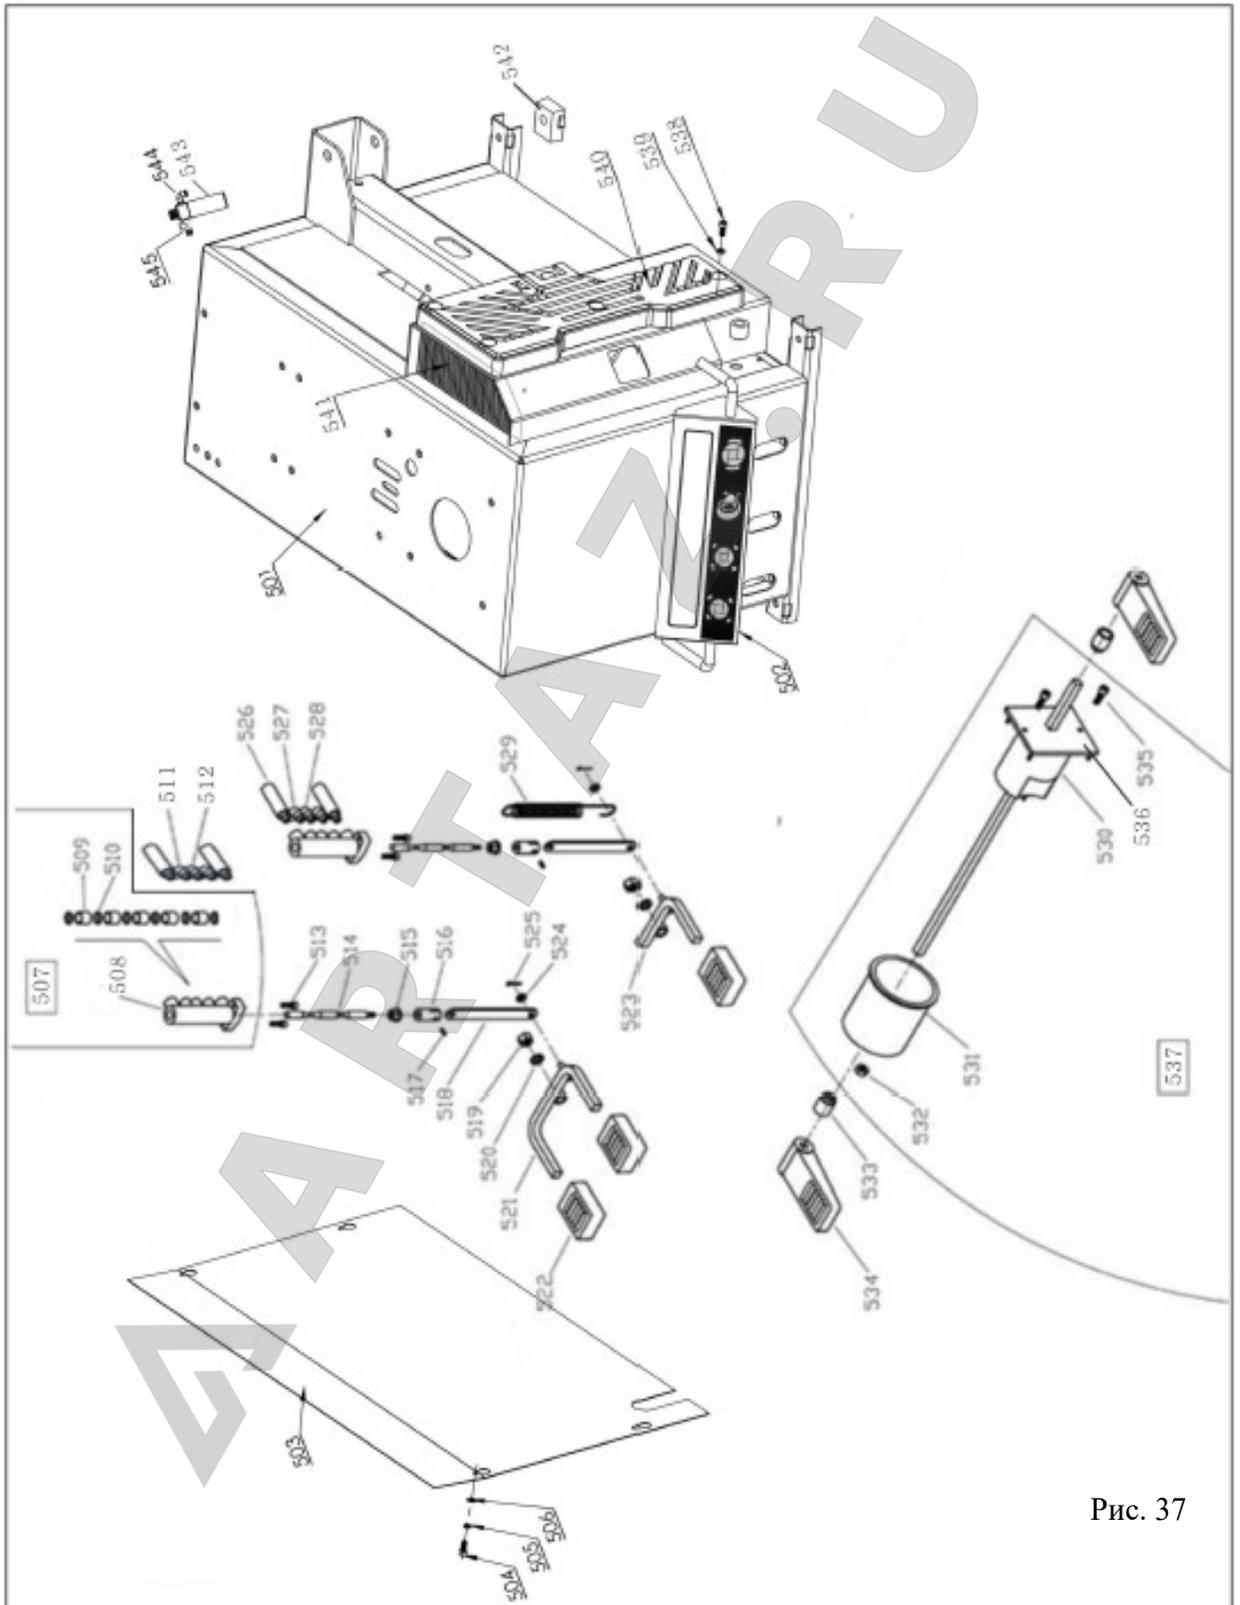

Рис. 37
**2065542 Часть корпуса в сборе (Рис.37)**